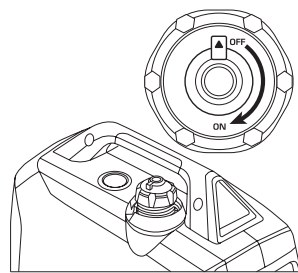

Рис. 1
3. Откройте вентиляционное отверстие на крышке топливного бака в положение «ON» (для модели KS 4000iE S (рис. 1)).